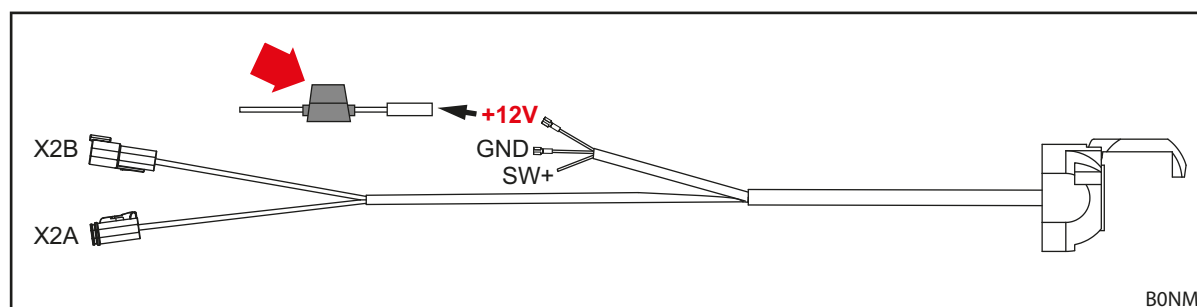

Fig. 53 Fascio cavi ISOBUS di STOLL
- Localizzare e controllare il fusibile (n° ident. 0484860), vedere freccia rossa nella Fig. 53: